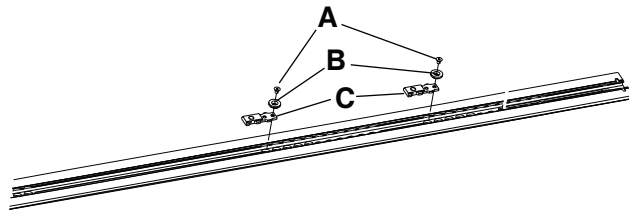

Abbildung 1 – Die Befestigungshalterung für die Bodenplatte sichern
2. Kit mit Knopf und Halterung (6390-041-000): Mit einem 5/32"-Sechskantschlüssel eine Senkkopf-Innensechskantschraube (0001-194-000) (A) an der Befestigungshalterung des Unterankers (6390-001-110) (B) anbringen, um die Befestigungshalterung für die Bodenplatte (6390-101-108) (C) zu sichern (Abbildung 1).